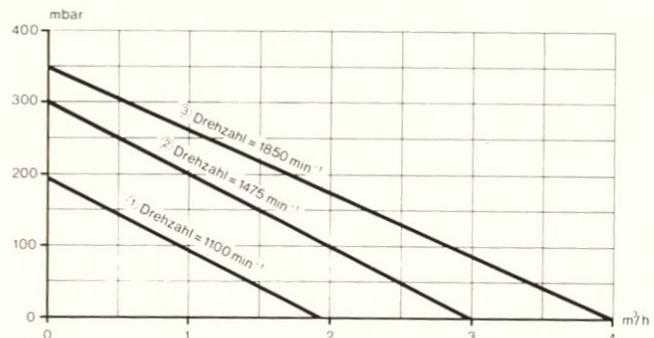

Abb. 8
Die Pumpenauslegung bei den Kesseltypen VKS 35/1 EU - VKS 41/1 EU nach Tab. 2 und dem Diagramm Abb. 8 vornehmen. Montage des Pumpeneinbausatzes siehe unter 5.3, Seite 12.
Der Schalterstellung ①, ②, ③, ④ entsprechende Drehzahl siehe Diagramm Abb. 8.